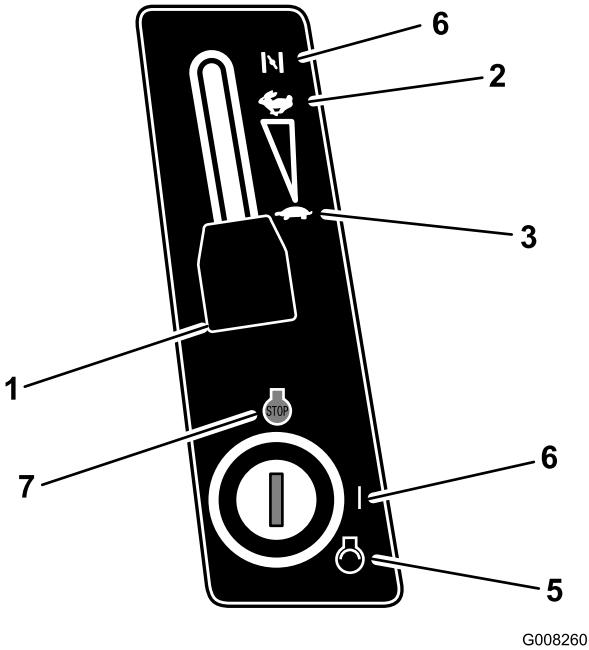

Figura 13
5. Al arrancar un motor frío, coloque la palanca de control del acelerador en la posición Estárter (Figura 13).
- Mueva la palanca de control del acelerador a la posición Lento (Figura 13).
- Gire la llave de contacto en el sentido de las agujas del reloj y manténgala en posición Arranque (Figura 13). Cuando el motor arranque, suelte la llave.
- Cuando el motor arranque, muela lentamente la palanca de control del acelerador a la posición Rápido (Figura 13).
- Ponga el acelerador en Lento (Figura 13).
- Gire la llave de contacto a Desconectado (Figura 13).